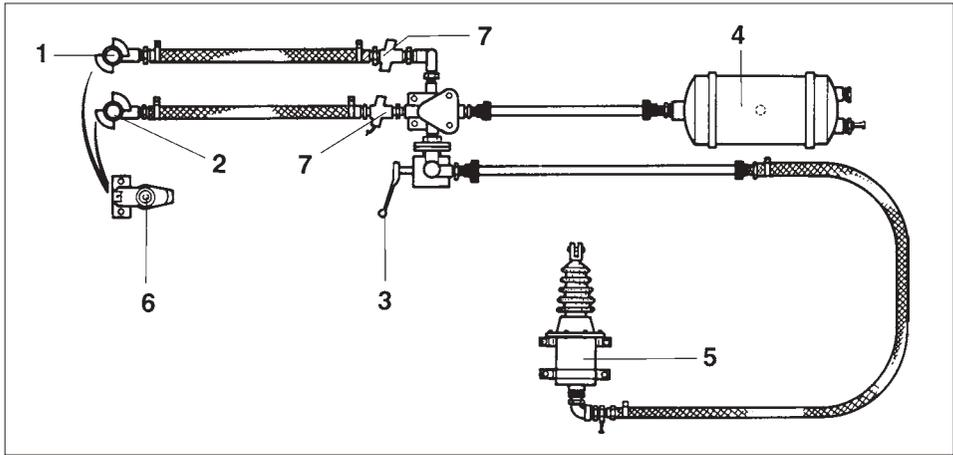

Fig. 17.6
2. Kupplungsköpfe vor dem Einkuppeln auf Sauberkeit überprüfen und auf richtiges Einrasten achten! Der Kupplungskopf (Fig. 17.6/1) für die Bremsleitung ist gelb markiert. Der Kupplungskopf (Fig. 17.6/2) für die Vorratsleitung ist rot markiert.
4. Handgriffstellung des Bremskraftreglers (Fig. 17.6/3) kontrollieren!
5. Falls erforderlich, Luftbehälter (Fig. 17.6/4) entwässern!
7. Bremszylinderkolbenhub kontrollieren! Der Hub des Bremszylinders (Fig. 17.6/5) darf nur zu zwei Drittel ausgenutzt werden, sonst Bremse nachstellen! Beschädigte Staubschutzhüllen erneuern!
8. Nach dem Abkuppeln Kupplungsköpfe schließen bzw. in die Leerkupplungen (Fig. 17.6/6) am ZG-B einhängen!
1. Einsätze der Rohrleitungsfilter (Fig. 17.6/7) überprüfen und reinigen!